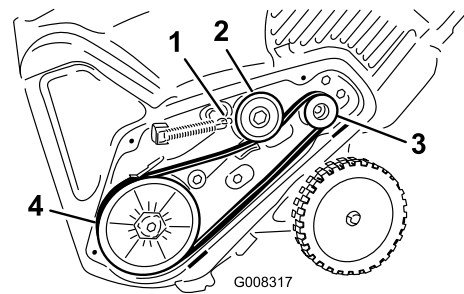

Figura 32
5. Instale la correa de transmisión nueva, enrutándola como se muestra en Figura 32.
8. Instale el muelle del freno en el brazo tensor (Figura 32).